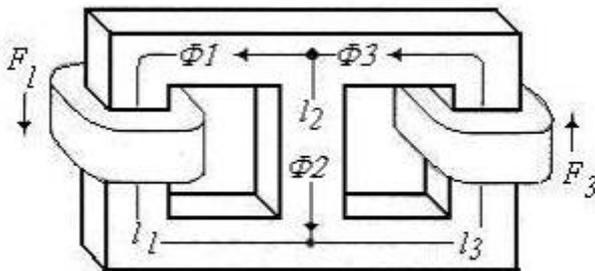

Fig. 8
8.-El circuito magnético paralelo de la Fig. 8 es de silicio-acero con la misma área de sección transversal en toda su extensión  $S = 1,30$  cm2. Las longitudes medias son  $l_1 = l_3 = 25$  cm,  $l_2 = 5$  cm. Las bobinas tienen 50 vtas. cada una. Dado que  $\phi_1 = 90$  μwb y  $\phi_3 = 120$  μwb. Halle las corrientes de las bobinas.